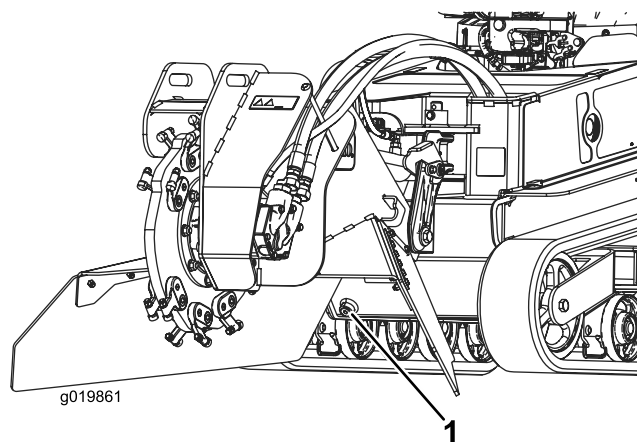

Figure 60
8. Retirez le bouchon de vidange du réservoir hydraulique pour permettre à l'huile de s'écouler dans le bac de vidange (Figure 60).